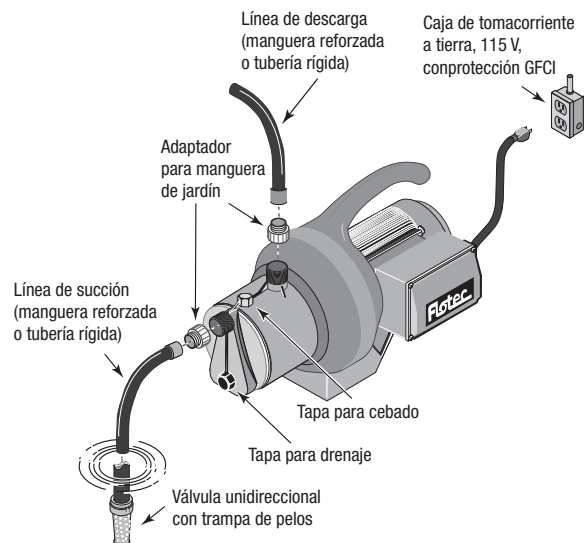

Figura 1 – Instalación típica
Tanto los puertos de succión como de descarga están roscados a 1" MNPT. Si usa mangueras, use adaptador de manguera. Vea la Figura 1. No use una manguera en la succión si bombea desde lagos, arroyos o estanques. La manguera se colapsará y causará el fallo de la bomba. Instale una trampa de pelos con la válvula de pie en el extremo de la línea de succión. Inspeccione y limpie la trampa de pelos con frecuencia (Figura 1).
- ◆ Al usar una manguera de jardín, instale adaptadores en la succión y la descarga de la bomba. La manguera de succión requerirá dos extremos hembra. Use una manguera de suministro estándar de lavadora como línea de succión (Figura 1).